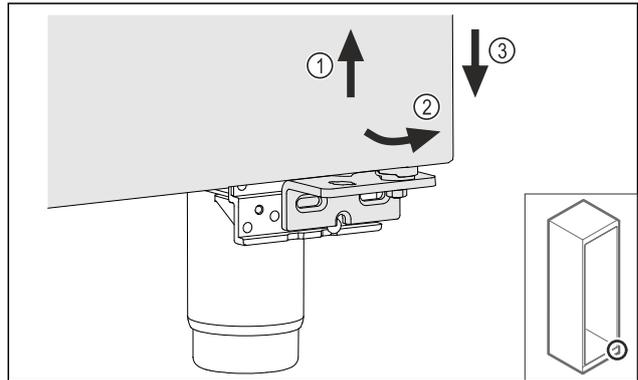

Fig. 16
- Levante ligeramente la puerta Fig. 16 (1), inclínela de abajo hacia adelante Fig. 16 (2) y bájela Fig. 16 (3).